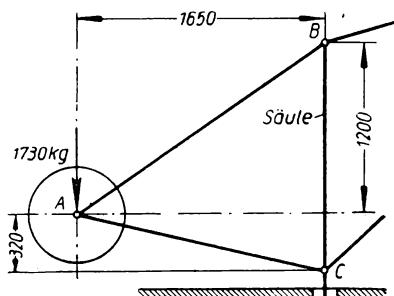

Bild 48
- 170.** An eine Drehkransäule ist ein 1730 kg schweres Gegengewicht in 1650 mm Ausladung durch zwei Stäbe AB und AC nach Bild 48 angeschlossen. Die Spannkräfte in den beiden Stäben sind zeichnerisch und rechnerisch zu bestimmen.